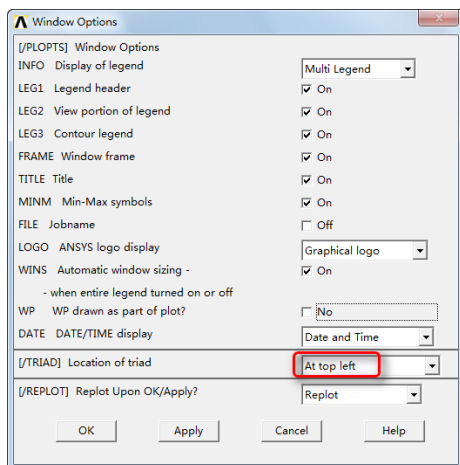

图 15-13 “Window Options”对话框
⑪移动总体坐标符号：Utility Menu > PlotCtrls > Window Controls > Window Options，弹出“Window Options”对话框，如图 15-13 所示。在“[/TRIAD] Location of triad”后面的下拉列表中选择“AT top left”，单击“OK”按钮。